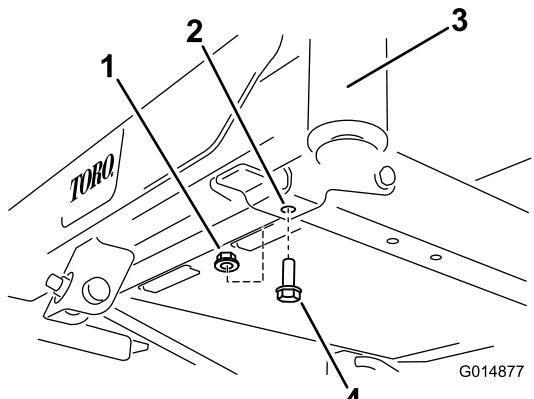

Bild 4
1. Ermitteln Sie die vorderen Schrauben an der Unterseite des Rahmens (Bild 3 und Bild 4).